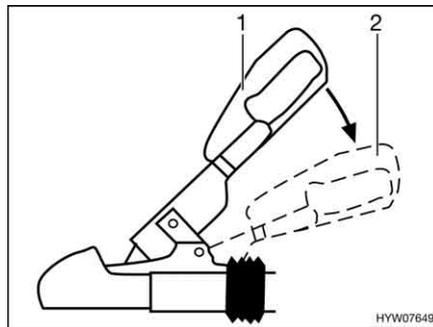

Fig. 193 Tirador de estabilización
- Activar el dispositivo de estabilización. Tirar de la palanca de acoplamiento hacia abajo desde la posición cerrado (Fig. 193,1) hasta el tope (Fig. 193,2).